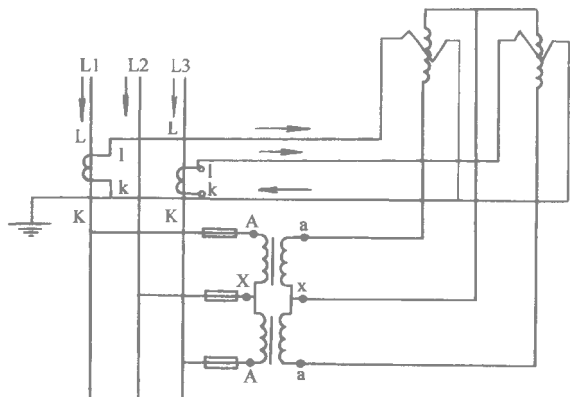

图 1-16 三相二元件功率表经电压和电流互感器接线图
(2) 三相二元件功率表的接线方法 在高压线路上测量功率，通常采用三相二元件功率表。因为线路电压很高，功率表不能直接测量，应通过电压互感器和电流互感器，其接线方法如图 1-16 所示。接线时，除了应注意功率表的极性外，还应注意电压互感器和电流互